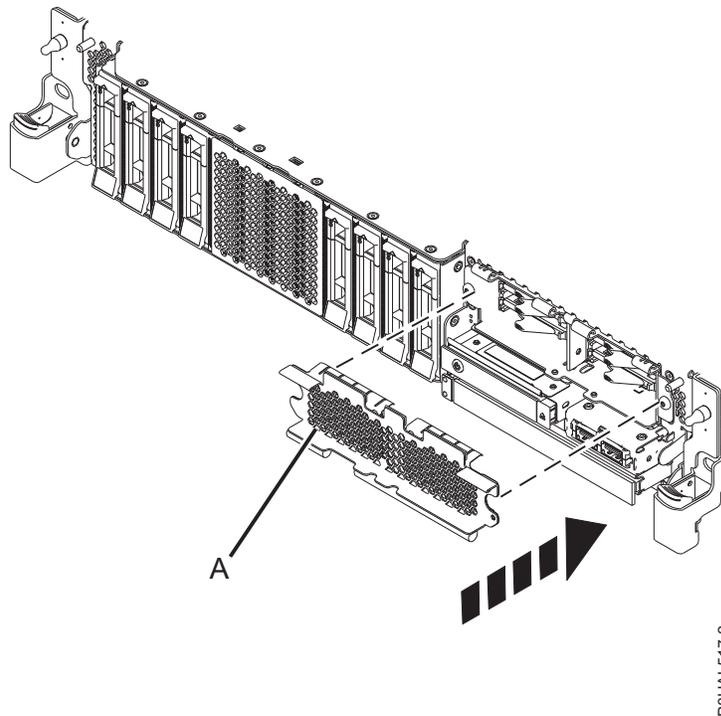

Figura 17. Cobrir a estrutura de SSD num sistema função expandida
3. Caso seja aplicável, cubra a estrutura de SSD com a placa perfurada (**A**) conforme demonstrado em Figura 17 na página 22.